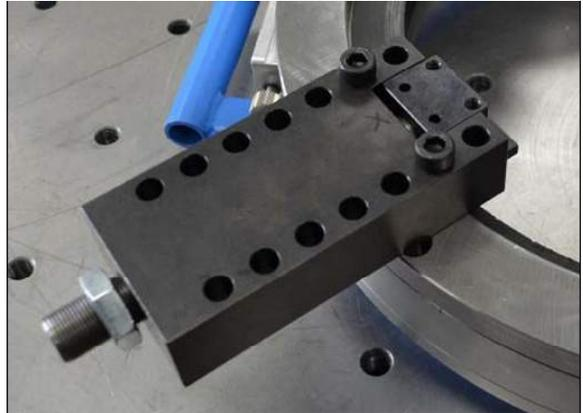

FIGURE 3-9. ENSEMBLE DE PIEDS DE SERRAGE FIXÉ À LA RDU (FF1200 ILLUSTRÉE)
8. Tourner le contre-écrou pour l'éloigner du corps du pied de serrage autant que nécessaire (Figure 3-9).